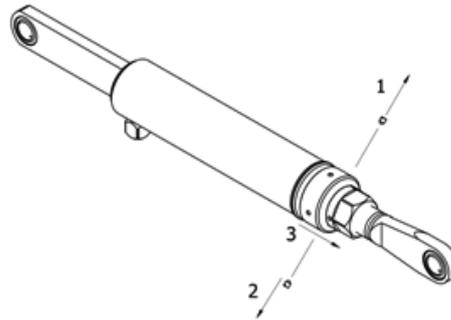

Figura 42. Tope y su tornillo de bloqueo
3. Aflojar el tornillo de bloqueo del tope (1, 2). Desenroscar el tope totalmente hacia atrás, hacia el puente de elevación (3). Figura 42.